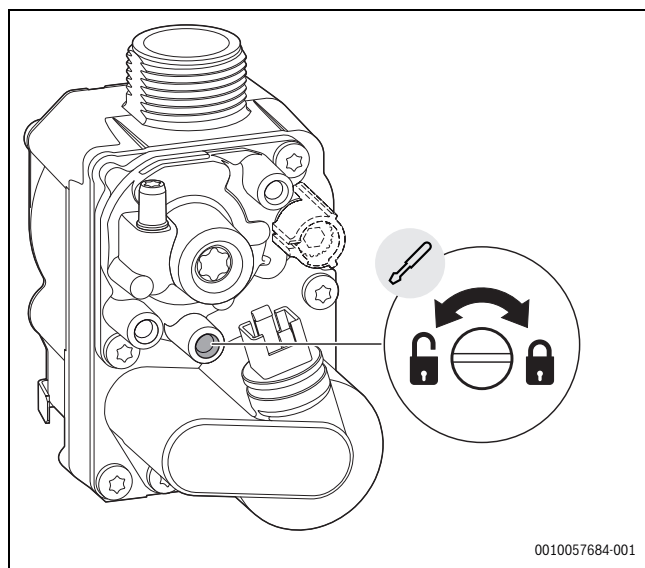

Bild 109 Gas-Anschlussdruck messen
- ▶ Schraube am Messstutzen für den Gas-Anschlussdruck 2 Umdrehungen lösen (→ Bild 109).